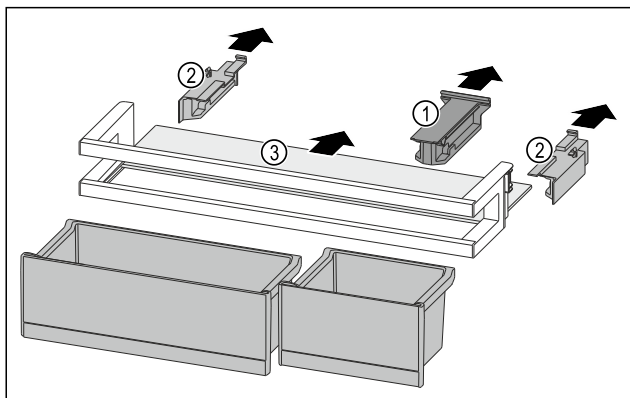

Fig. 132
- Držák Fig. 132 (1) stáhněte.
- Boční díly Fig. 132 (2) stáhněte.
- Odkládací plochu Fig. 132 (3) odeberte.